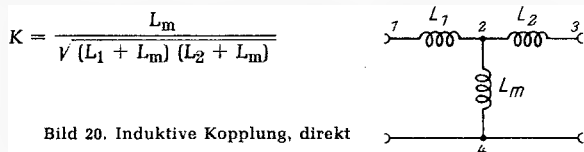

Bild 20. Induktive Kopplung, direkt
Für eine direkte, induktive Kopplung (Bild 20) ist also:
b) Direkte, induktive Kopplung (Bild 20)